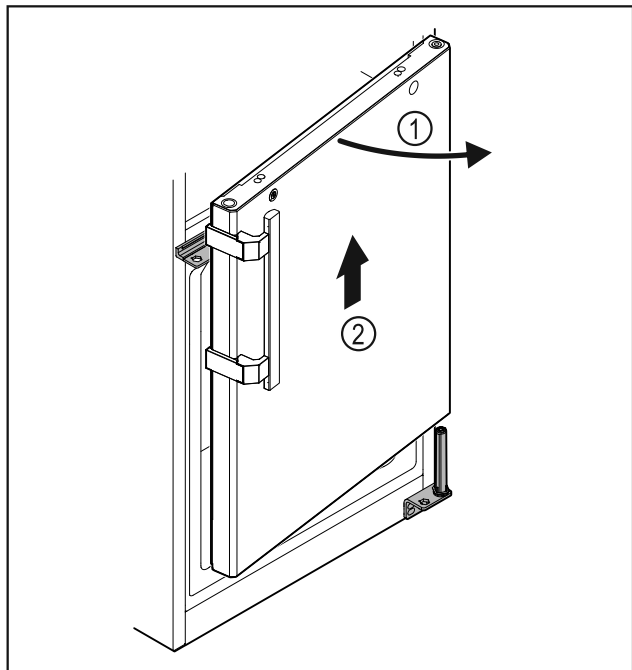

Fig. 33
- Lekko otworzyć drzwi Fig. 33 (1), podnieść prosto do góry o ok. 200 mm i zdjąć Fig. 33 (2).